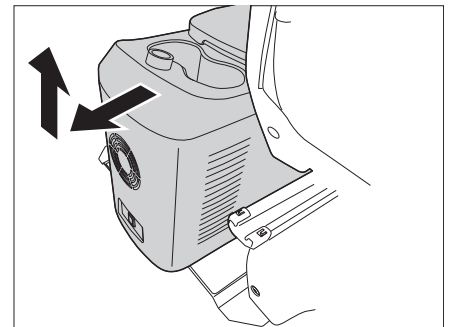

Figure 89 Enlever la glacière
- Glisser la glacière vers l'arrière et la soulever (Figure 89).